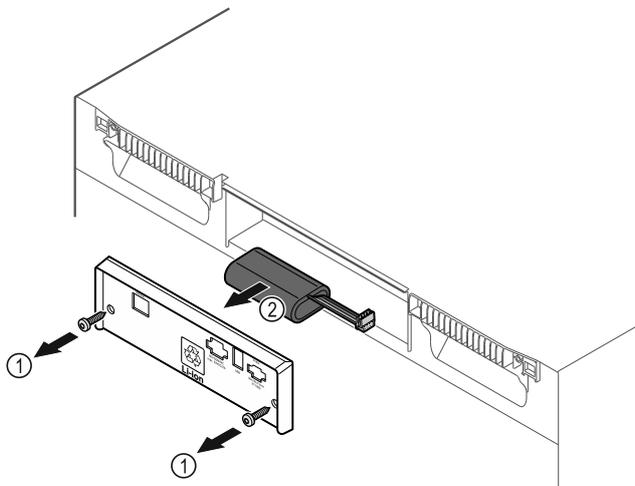

Fig. 147
- ▶ Dévisser les vis et retirer le couvercle situé à l'arrière de l'appareil Fig. 147 (1).
- ▶ Débrancher et retirer la batterie Fig. 147 (2).